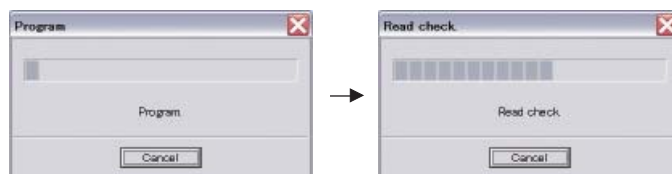

Fig. 5
7. Click [E.P.R.], then the "Erase" screen appears. (Fig. 5)
7. [E.P.R] をクリックすると、「Erase」画面が表示されます。(Fig. 5)
8. Click [OK] to start writing. (Fig. 5)
8. [OK]をクリックして書き込みを開始します。(Fig. 5)